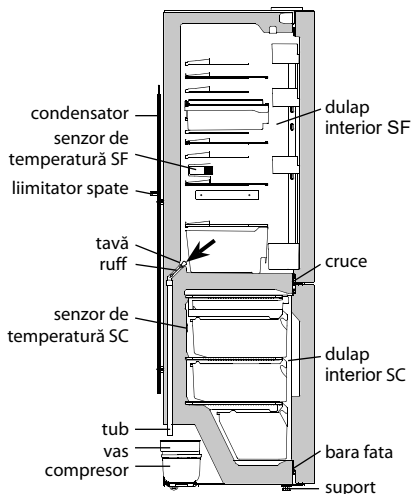

Figura 9
3.3.1 În SF se folosește un sistem automat de dezghețare. Bruma care apare pe perețele din spate al SF se topește într-un ciclu de dezghețare atunci când compresorul este deconectat și se transformă în picături de apă. Picăturile de apă topită se scurg în tavă, prin orificiul din tub intră în vasul de pe compresor în conformitate cu figura 9 și se evaporă. În orificiul tăvii este instalată o perie pentru a elimina înfundarea sistemului de scurgere.
- spălați ruful și instalați în funcție de figura 9.
- în SC aproape de senzorul de temperatură situat pe perețele din spate al SC în conformitate cu figura 9.